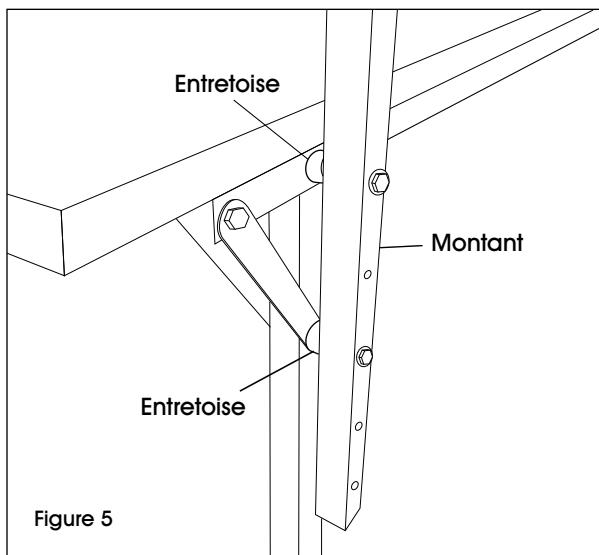

Figure 5
1. Fixez les montants de tablette droit et gauche en retirant d'abord les boulons de 4 po de l'ensemble des pieds arrière. Ajoutez les entretoises entre les pieds et les montants de tablette, puis réinsérez les boulons dans les montants, les entretoises et les pieds. (Voir Figure 5) La tablette peut être positionnée à l'une des trois hauteurs en utilisant le premier et le troisième, le deuxième et le quatrième, ou le troisième et le cinquième trous prépercés du montant de tablette.